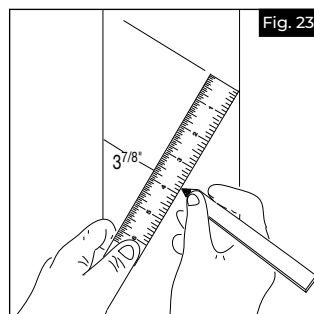

Fig. 23
- a. Faire une marque à 3 7/8 po (98,4 mm) sous la ligne indiquant l'emplacement prévu de la main courante pour déterminer l'emplacement de la fixation du support de main courante (Fig. 23).